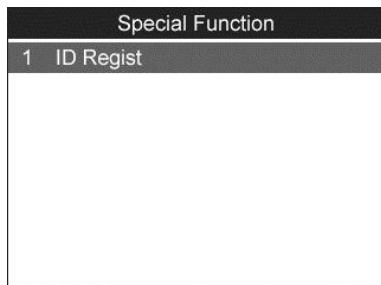

Figura 14.12
- 1) En el menú de **Función especial**, utilice el botón de desplazamiento **ARRIBA/ABAJO** para seleccionar la función **Regist ID**. (Figura 14.12)